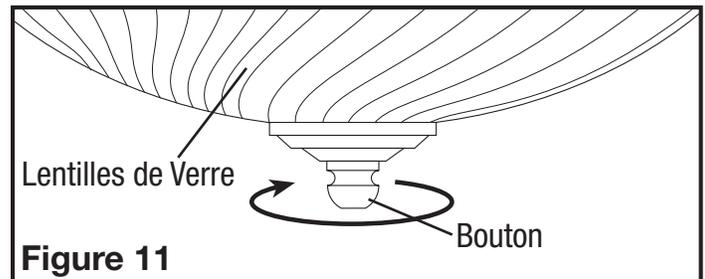

Figure 11
2. Enlever les lentilles de verre de la grille en dévissant le bouton au haut des lentilles (**Figure 11**).
- Remplacement de l'ampoule:** déconnecter l'alimentation de l'unité. Enlever les lentilles en verre de la grille en dévissant le bouton au haut des lentilles (Figure 11). Remplacer l'ampoule (les ampoules) avec une (des) ampoule(s) incandescente(s) à culot moyen de type A19 de 60 watts au maximum.